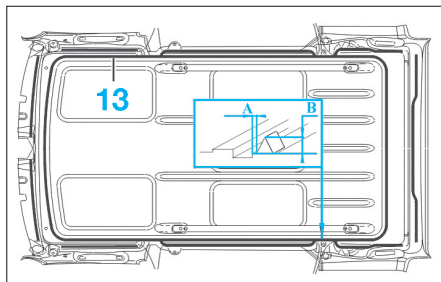

FIG. 117
⚠ Poser un cordon de colle (13) uniforme, d'une hauteur de 15,0 mm et par recouvrement à chaque changement de cartouche (Fig.117). La colle à appliquer doit être de type monocomposant à prise lente (GURIT BETASAEAL 1402 ou TEROSON 8590)